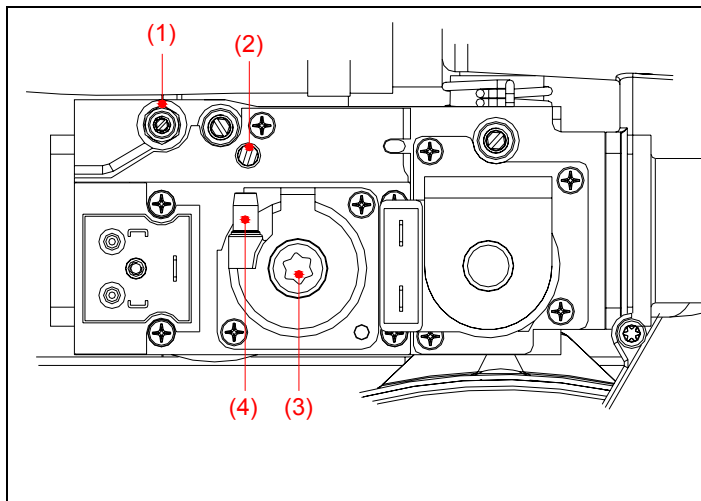
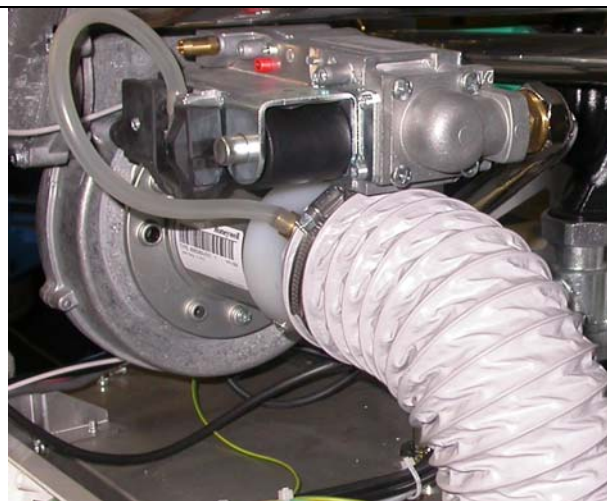

Figura 22
Figura 23
- 10) In caso contrario effettuare la regolazione agendo sulla vite 2 (Figura 22).
- 12) Assicurarsi che le prese pressioni della valvola gas (riferimento 4 di Figura 22) e del tubo di aspirazione siano collegate al tubo in silicone (Figura 23).
- 13) Allentare la vite 1 (Figura 22) ed inserire un micromanometro con scala graduata in mbar.
- 17) Il valore corretto **OFF-SET**, letto sul micromanometro, è **-0.07 mbar**. Se il valore non corrisponde svitare la vite a tappo e agire sulla vite di OFF-SET della valvola gas (riferimento 3 di Figura 22) per modificarlo (in senso orario per aumentarlo, in senso antiorario per diminuirlo).
- 19) Scollegare il micromanometro e serrare la vite 1 (Figura 22).